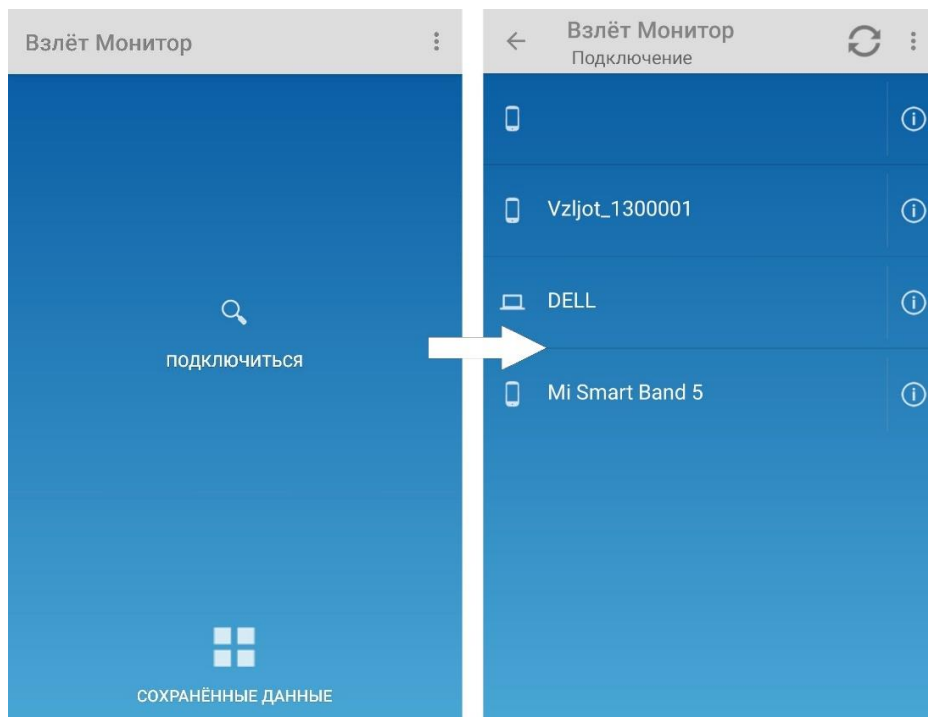

Рис.20. Подключение к адаптеру.
3.3.3. Для запуска приложения «Взлет Монитор» в настройках смартфона включите интерфейс беспроводной связи **Bluetooth**, разрешите доступ к данным о местоположении устройства и коснитесь иконки приложения (рис.19). Затем в открывшемся окне коснитесь кнопки **ПОДКЛЮЧИТЬСЯ** для старта поиска адаптера в зоне действия сети Bluetooth. Появится список найденных устройств (рис.20).